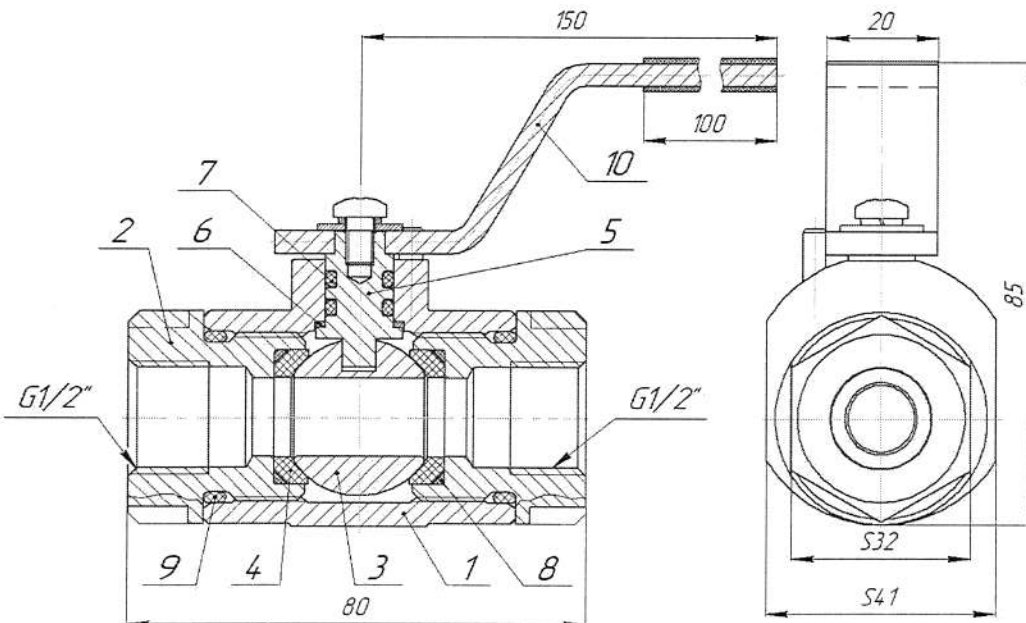

Рисунок 1 – Кран шаровой муфтовый DN15 PN100
2.11. Устройство крана и материалы основных деталей (Рисунок 1):